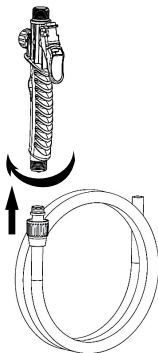

Рис. 2
2. Присоедините телескопическую трубку к рукоятке брандспойта (Рис. 2).